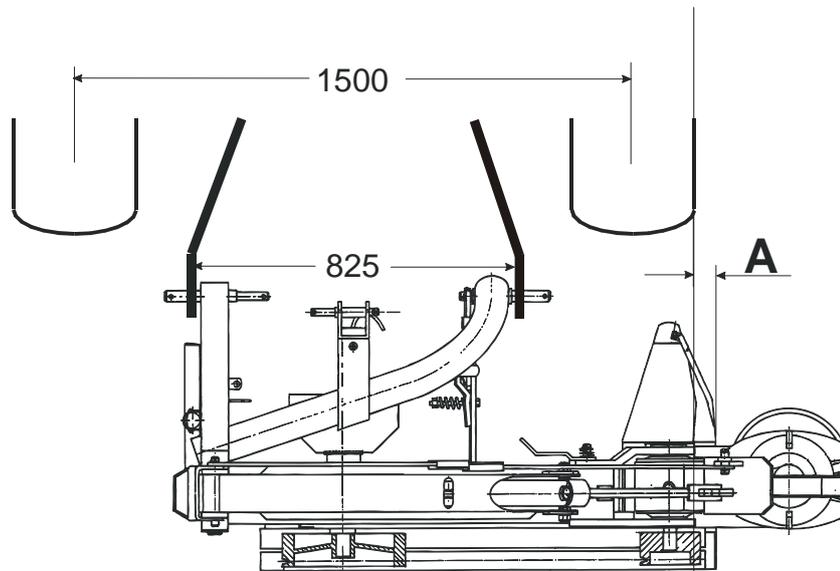

Fig. 2-1
- Fig. 2-1:** Anbau an dem Schlepper mit normaler Spurweite und Kat. II Dreipunktanbau.